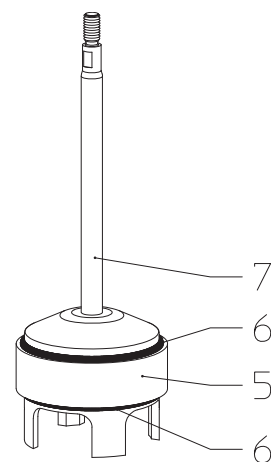

fig. 10: Clapet avec dispositif étanchéité
Pour l'exécution clapet à portée souple (voir fig. 10), le joint torique (pos. 3) doit être inséré dans la bague de siège (pos. 2).